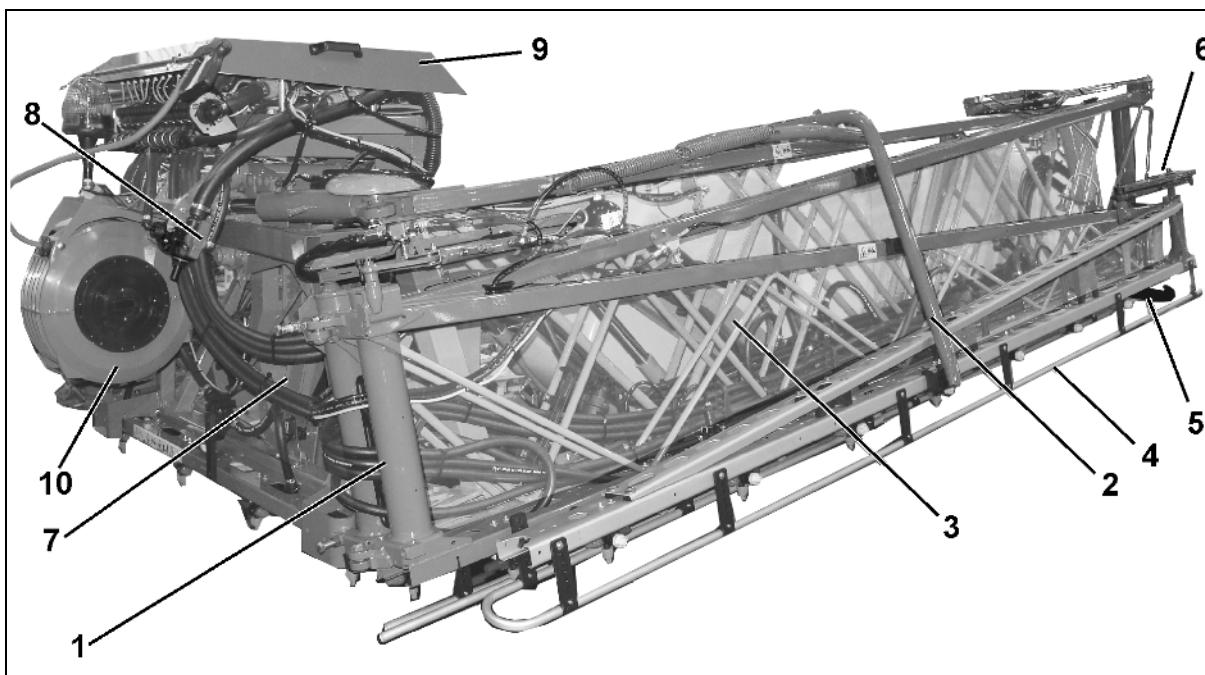

Fig. 95
| | (9) Robinetterie de rampe, voir Fig. 95 |